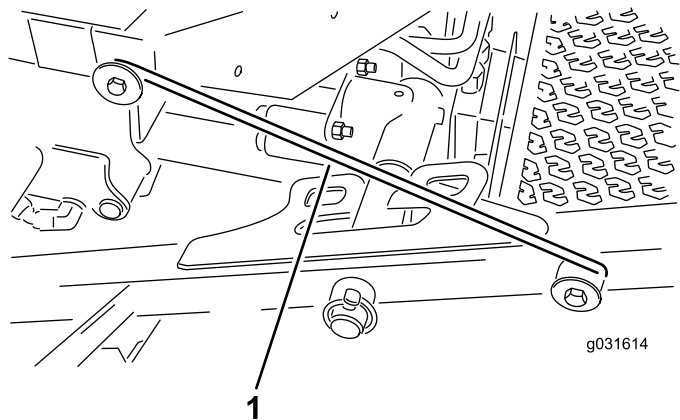

图 32
- 从承载架固定器上松开门锁杆（图 32）。
- 提升前滚刀组的外侧，并将门锁放置到安装在操作员平台前部的机架销上（图 32）。